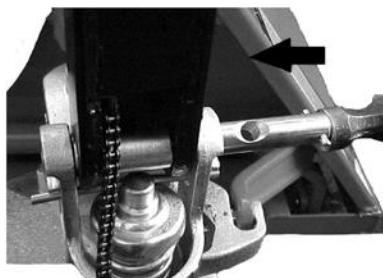

Bild 6 Axelmontering
- a) Sätt in styrarmen (1) i pumpkollen och använd sedan en hammare för att föra in axeln med hål i hydraulpumpen och styrarmen (Bild 6).